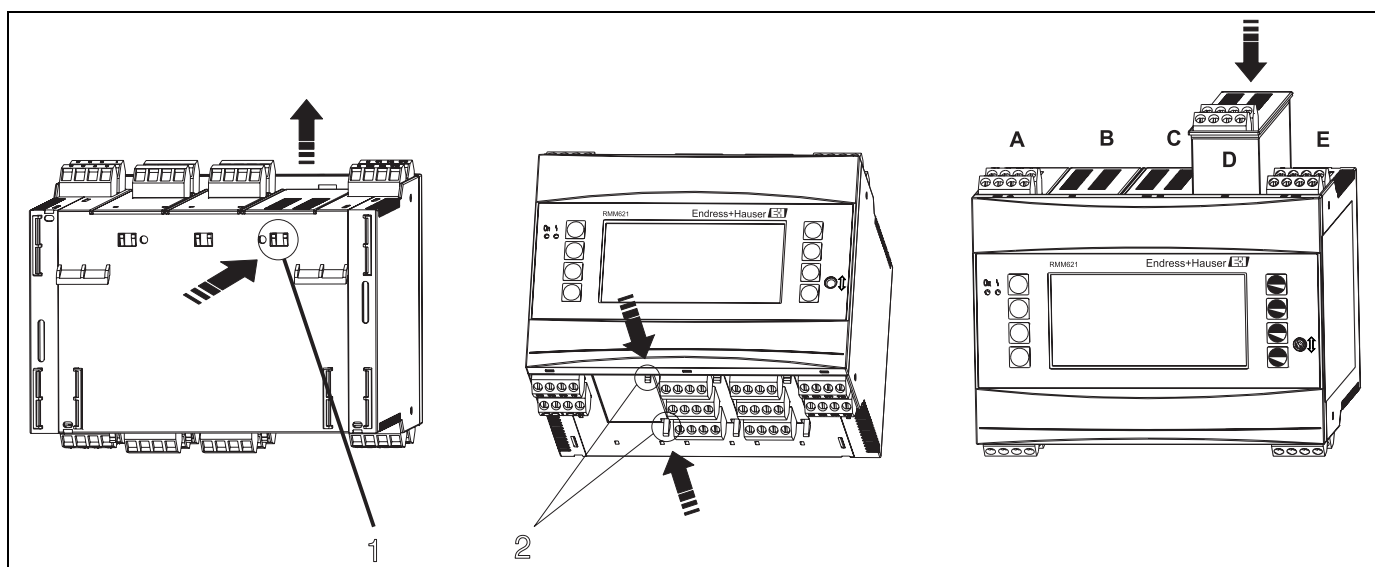

Fig. 3: Instalación de una tarjeta de expansión (a modo de ejemplo)
Puede dotar la unidad de diferentes tarjetas de expansión. Para ello dispone de un máximo de tres lugares de inserción en la unidad. Los lugares de inserción para las tarjetas de expansión están indicados en la unidad con las letras B, C y D (→ fig. 3).
2. Extraiga la protección del correspondiente lugar de inserción (B, C o D) del equipo básico apretando las pestañas de sujeción situadas en la parte inferior del aparato (v. fig. 3, pos. 2), presione al mismo tiempo hacia dentro (p. ej., con un destornillador) la pestaña de sujeción situada en la parte posterior de la carcasa (v. fig. 3, pos. 1) y extraiga la protección del equipo básico hacia arriba.
3. Introduzca la tarjeta de expansión desde arriba en el equipo básico. La tarjeta de expansión estará bien instalada una vez hayan encastrado las pestañas de sujeción en la parte inferior y posterior de la unidad (v. fig. 3, pos. 1 y 2). Asegúrese de que los terminales de entrada de la tarjeta de expansión estén arriba y los terminales de conexión estén hacia delante al igual que el equipo básico.